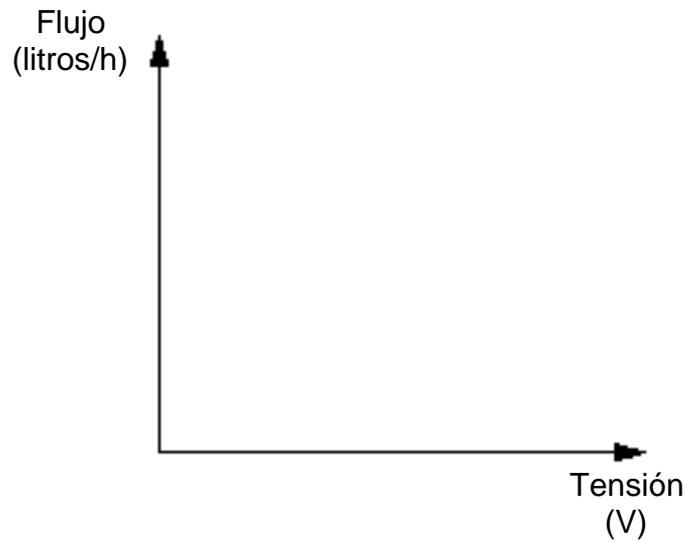
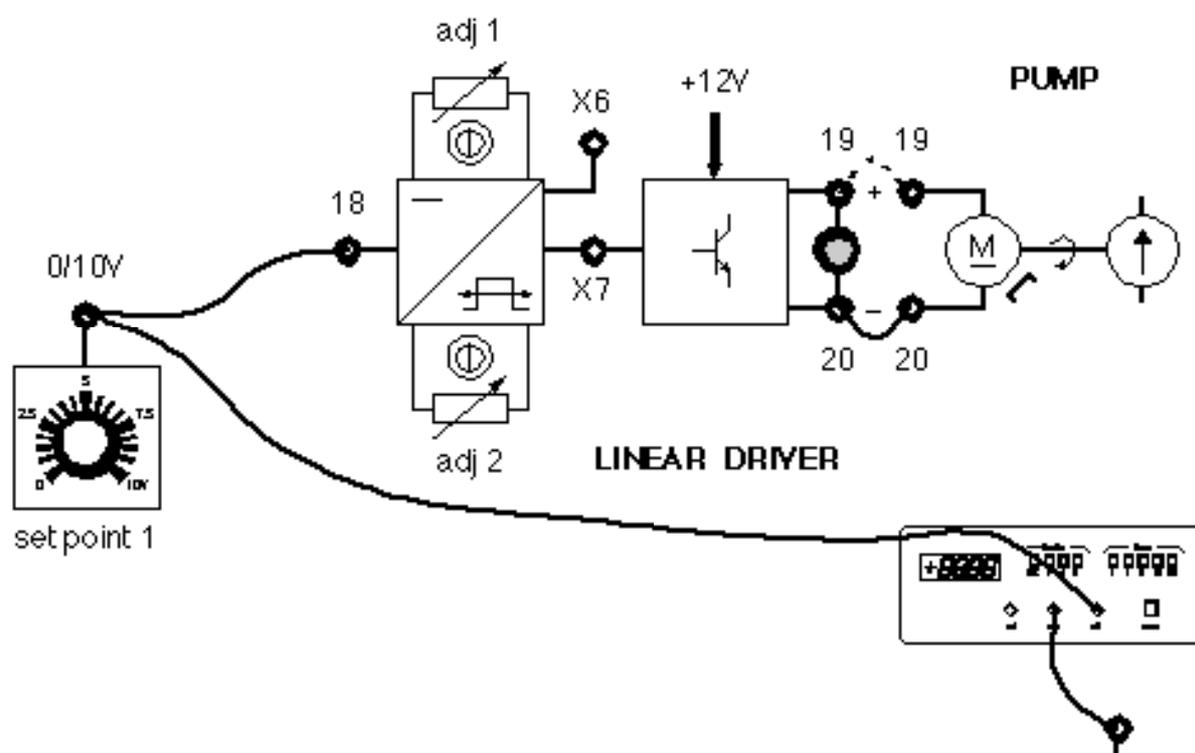

Fig. 3.2
Fig. 3.1
Una vez asegurado del conocimiento de los prerrequisitos, entrega a los alumnos la Ficha 3.1, que representa el cableado del SET POINT 1 con la interface de la bomba (fig. 3.1) y prepara el panel de simulación del proceso de la siguiente manera:
- 1) Conectar, mediante cables, el casquillo 18 del LINEAR DRIVER al casquillo del SET POINT 1 y el casquillo 20 al 20 (ficha 3.1 fig. 3.1).
- 2) Introducir un terminal del voltímetro digital, preparado en corriente continua, en el casquillo del SET POINT 1 y el otro en el casquillo de masa (ficha 3.1 fig. 3.1).
- 3) Apretar el interruptor general (ON).
- 13) Representar el diagrama de calibración de la bomba en la fig. 3.2.